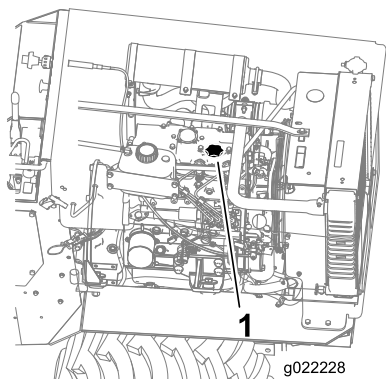

Figure 23
8. Si le niveau est bas (sous le trou inférieur), nettoyez la surface autour du bouchon de remplissage et enlevez le bouchon (Figure 23).